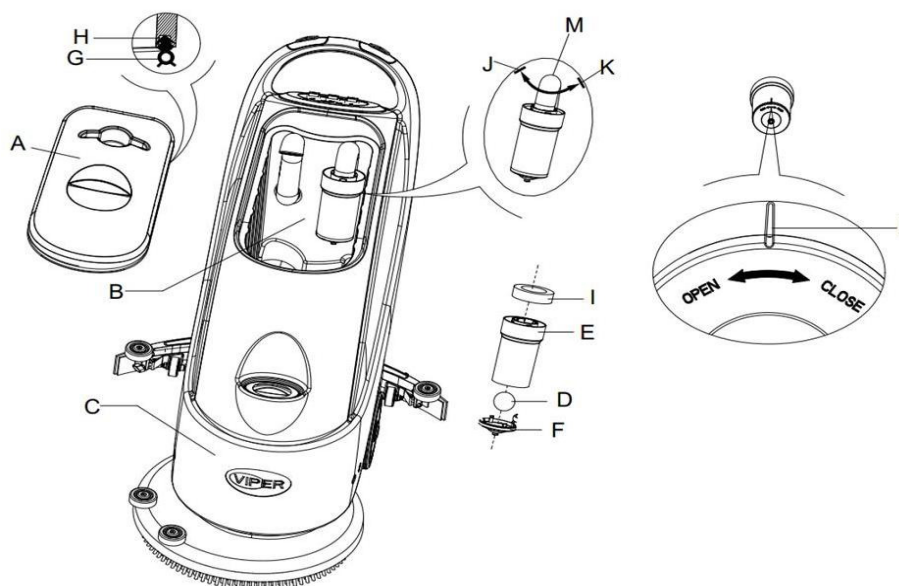

Figura 11
2. Puneți comutatorul (38) pe poziția "O" pentru a opri mașina.
3. Deschideți capacul apei de colectare (A, Figura 11) și scoateți flotorul (36) din rezervorul de apă de colectare.
4. Folosiți apă curată pentru spălarea capacului rezervorului (A), rezervorul (B și C), și cadrul suport al filtrului flotor (E). Goliți toată apa din rezervor prin tubul de colectare apă (15).
5. Dacă este necesar, urmând simbolurile "Deschis" și "Închis" după cum se arată în Figura 11, deschideți capacul (F) de la baza filtrului flotor și curățați flotorul (D), cadrul suport al filtrului flotor (E) și buretele filtrului (I). După spălare, fixați flotorul pe cadrul suport al filtrului flotor (E), și apoi aliniați marcajul șanț (L) de la partea de jos a capacului (F) filtrului flotor cu marcajul șanț (L) de pe cadrul suport al filtrului flotor (E). Închideți strâns capacul (F) de la partea de jos a filtrului flotor și fixați buretele filtrului (I) pe cadrul suport al filtrului flotor (E), și apoi pe tubul de aspirare (M).
6. Verificați soliditatea inelului de etanșare (G) al capacului rezervorului de apă.